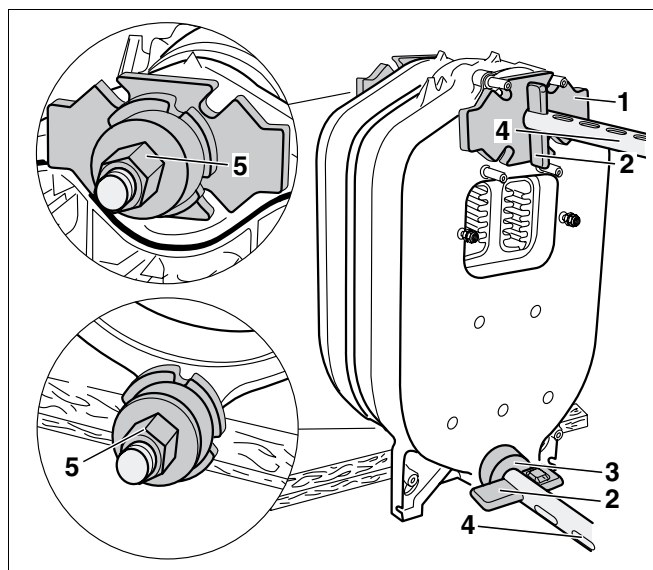

Fig. 20 Partea din spate a cazanului
- Fixați prin șuruburi unitățile de presare pe filetul tije de manevră, astfel încât să se vadă două spire complete de filet la unitatea de presare (Fig. 20, **Lupă**).
- Se trage flanșa de legătură (\varnothing 135 × 25, Fig. 20, **Poz. 1**) pe tija de manevră (a butucului superior al cazanului – Fig. 20, **Poz. 4**) și se asigură (Fig. 20, **Poz. 2**) cu pana de fixare corespunzătoare.
- Se trage flanșa de legătură (\varnothing 80 × 25, Fig. 20, **Poz. 3**) și se asigură (Fig. 20, **Poz. 2**) cu pana de fixare corespunzătoare.
- Tijele de manevră (Fig. 20, **Poz. 4**) sunt menținute pe mijlocul butucilor cazanului și prin intermediul elementelor de niplare (Fig. 20, **Poz. 5**) împreună cu utilajul de presare se strâng ușor elementii.